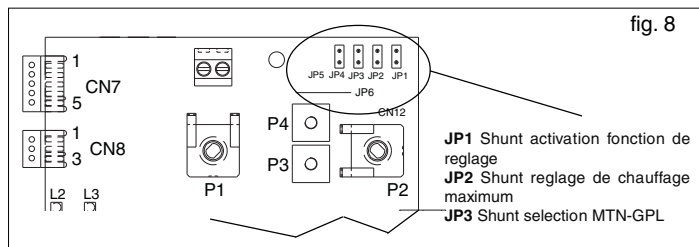

fig. 8
- sur la carte de contrôle (fig. 8):